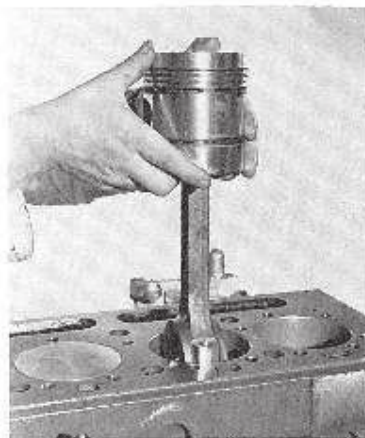

Fig. F2.
- S'assurer que le numéro marqué sur la bielle se trouve du côté de la pompe à eau et introduire dans le cylindre la bielle et le piston (Fig. F2).